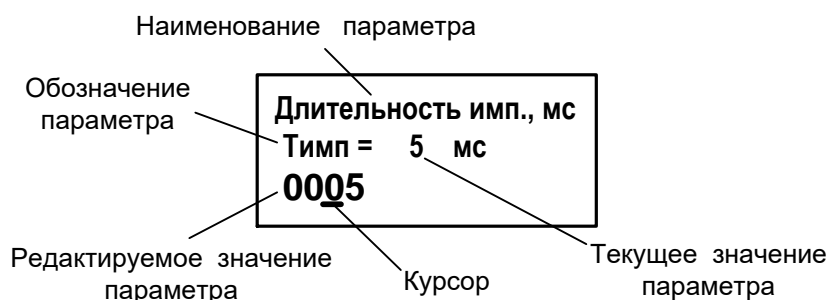

Рис.3. Вид окна индикации установочного параметра.
- 1.1.4. Для ввода значений большинства установочных параметров необходимо использовать специальное окно, которое раскрывается после активизации строки меню с наименованием соответствующего параметра (рис.3).